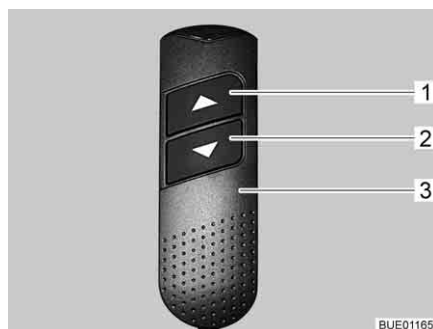

Fig. 70 Elemento di regolazione
- Sull'elemento di regolazione (Fig. 70,3) premere contemporaneamente i due tasti freccia (Fig. 70,1 e 2) e tenerli premuti fino a quando il letto basculante non si è spostato completamente verso il basso. Una volta rilasciati i tasti viene emesso un segnale acustico di conferma.
- Sull'elemento di regolazione (Fig. 70,3) premere il tasto freccia inferiore (Fig. 70,2) e tenerlo premuto fino a quando il letto basculante non ha raggiunto la posizione finale in basso.
- Sull'elemento di regolazione (Fig. 70,3) premere il tasto freccia superiore (Fig. 70,1) e tenerlo premuto fino a quando il letto basculante non ha raggiunto la posizione finale in alto.
- Portare leggermente il letto basculante con i tasti freccia (Fig. 70,1 o 2) nella direzione opposta.